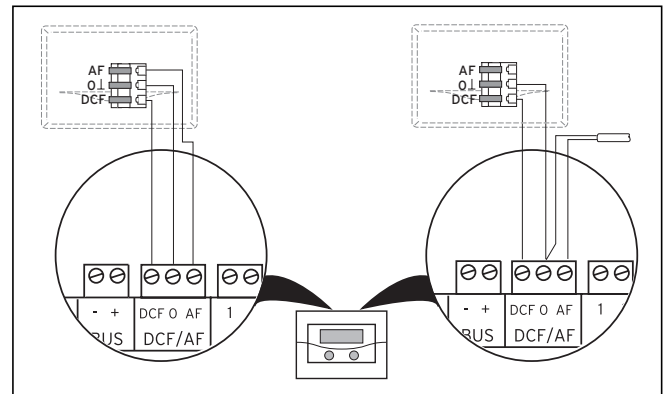

Abb. 5.13 VRC DCF-Empfänger anschließen
- Verdrachten Sie den DCF-Empfänger entsprechend Abb. 5.13: